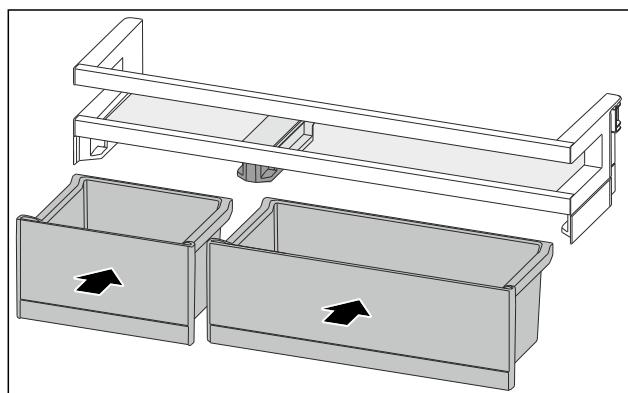

Fig. 86
- Vložte zásuvky VarioBox v zamenenom usporiadani. (pozri Fig. 86)